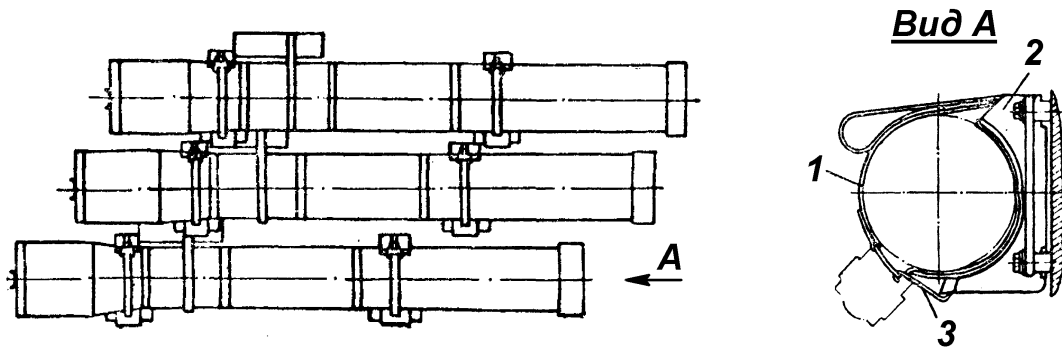
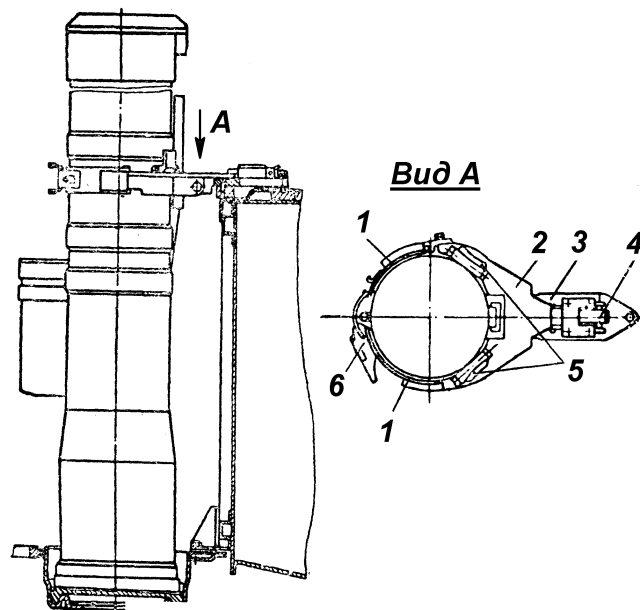

Рис. 19. Розміщення контейнерів 9М113 в укладці на правому борту БМП-2:
Рис. 20. Розміщення контейнеру 9М113 у вертикальній укладці:
- приймає від навідника через свій люк чотири контейнери з протитанковими ракетами 9М113 (9М111М) та закріплює три контейнери на правому борту корпусу машини (рис. 19), а один встановлює вертикально у бойовому відділенні (рис. 20), при цьому останній контейнер укладається так, щоб рукоятка для його перенесення знаходилася в пазу кронштейна2;